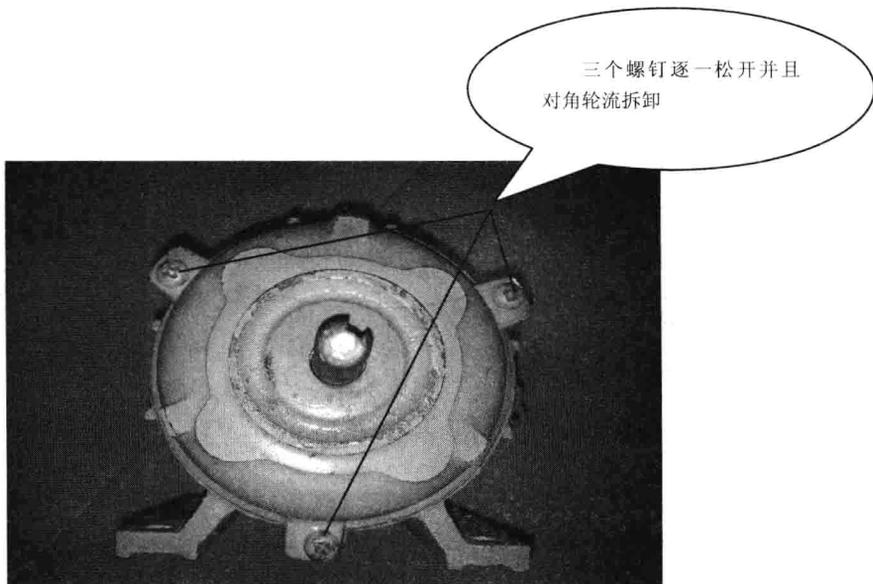

图 1-12 拆卸轴承和端盖的螺栓
(1) 拆卸螺栓时,若因生锈而不易拧动时,可在螺纹处滴加\_\_\_\_\_或\_\_\_\_\_,再用扳手拆卸。不可强行拆卸螺栓,否则会造成\_\_\_\_\_;对于拆卸时造成六角螺帽变成圆形的螺栓可用凿、锉、钢锯等工具,改变圆角螺帽的形状,即可拆下。对于小的圆头螺钉也可用此拆下。
(2) 拆卸轴承和端盖的螺栓时,应逐一松开并且对角轮流拆卸,如图 1-12 所示。